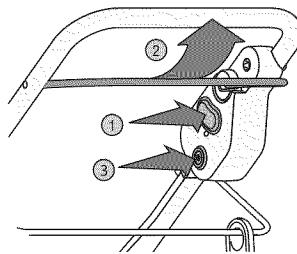

Fig. 6
4. Appuyez sur le démarreur (bouton rouge) et maintenez-le enfoncé (Fig. 6, n° 1).
**REMARQUE :** Le démarrage du moteur de la motobineuse entraîne également la rotation des couteaux. 5. Lorsque vous maintenez le bouton du démarreur enfoncé, relevez la barre de commande contre le guidon (Fig. 6, n° 2) pour démarrer le moteur et entraîner le mouvement des couteaux.
2. Appuyez sur l'interrupteur de surintensité, pour réinitialiser l'interrupteur (Fig. 6, n° 3).